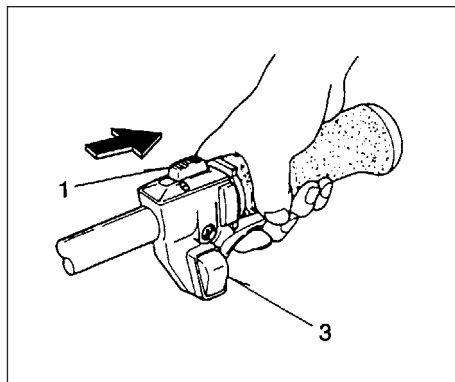

Fig. 2-2
### Start (Fig. 2-2, 2B)
1. Skjut tändomkopplaren (1) i ON-läge. (Fig. 2-2)